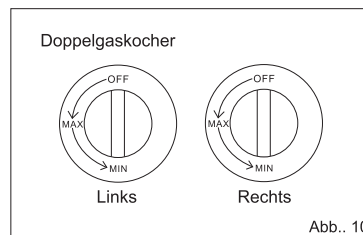
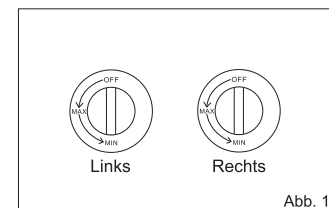

Abb.. 10
Abb. 11
- Stellen Sie den Gasregulatorknopfen an der Achse und druecken Sie stark nach Innen. (Abb.10, Abb.11)